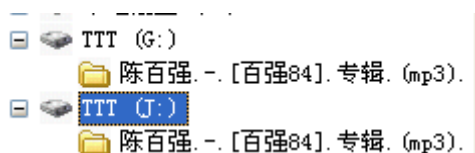

图 5-51 复制完成后的文件
(9) GHOST 完成后，我们查看第一个和第二个硬盘，发现两个硬盘都是音乐文件，如图 5-51 所示。